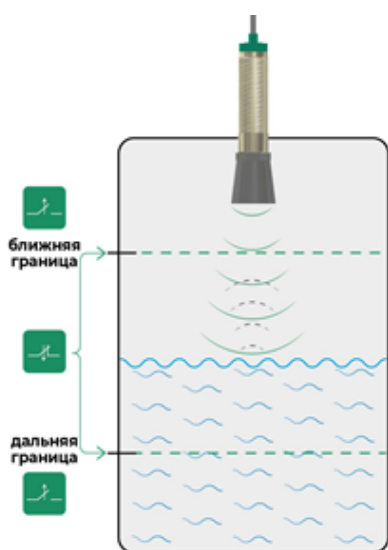

Рисунок 10 - состояние дискретного выхода в режиме «НО»
2.8.2 В режиме работы «НО», дискретный выход замыкается (замыкает цепь нагрузки), если уровень материала находится внутри окна и размыкается, если уровень материала находится вне окна (рисунок 10). При отсутствии отраженного сигнала дискретный выход разомкнут.